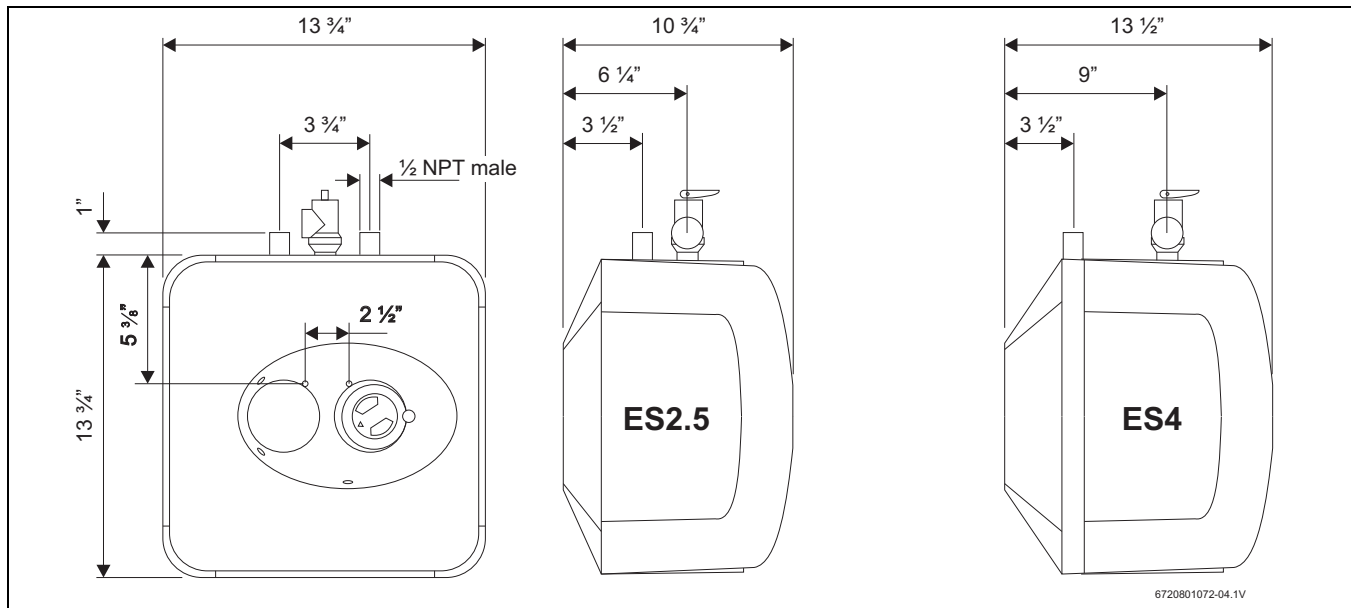

Fig. 5
- La válvula de alivio de temperatura y presión suministrada deberá instalarse en la parte superior. En las Fig. 5 y 6 puede ver la ubicación de la válvula de alivio de T y P.